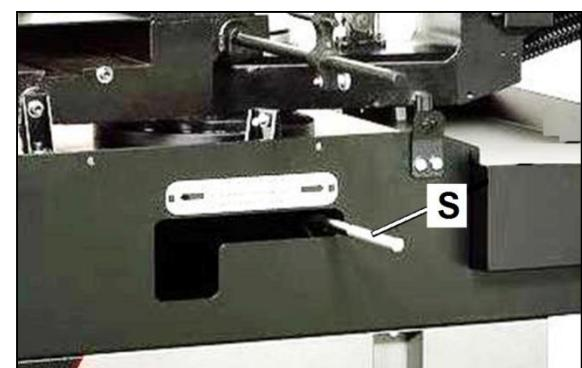

Abb. 8-1: Einstellungen für Gehrungsschnitte
2. Die Taste (C) drücken, um die Hydraulikpumpe zu starten.
3. Den manuellen Betrieb mit dem Schalter (M) wählen.
4. Den Schalter (J) verwenden, um den Sägebügel nach oben zu bewegen.
6. Den Hauptnetzschalter (A) ausschalten.
7. Durch Drehen des Feststellhebels (S, Abb. 8-1) nach links wird der Sägebügel gelöst.